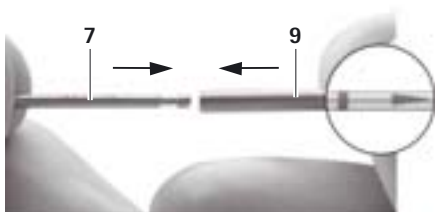

Fig. 6
- Pousser le tube extérieur 10 jusqu'à la butée au-dessus du tube intérieur 9 sur l'insert de travail 7, voir Fig. 6.